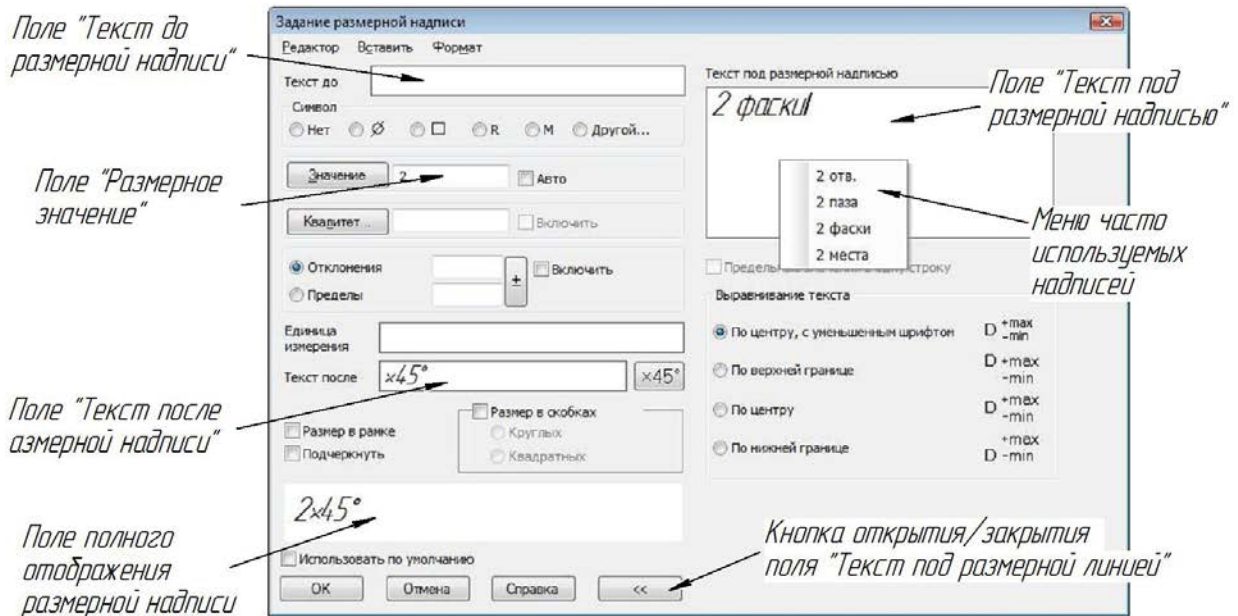

Рис. 2.18. Окно «Задание размерной надписи»
- На вкладке «Размер» находятся кнопки переключения режимов простановки размеров – *горизонтальный* , *вертикальный* , *параллельно объекту* , а также поле *Текст*. Двойным щелчком ЛКМ в этом поле открывается окно «Задание размерной надписи» (рис. 2.18).